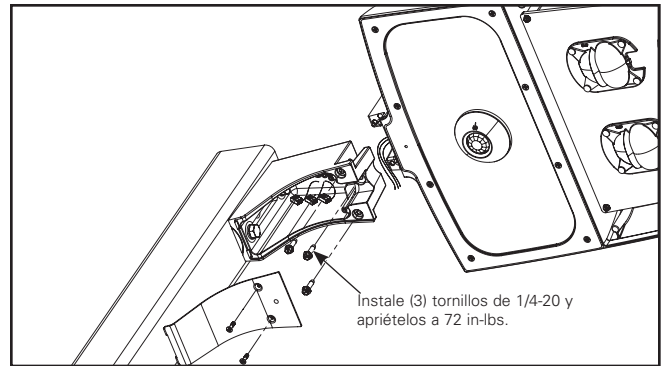

Figura 3.
- Doble los cables de la luminaria firmemente hacia la puerta de la luminaria cuando deslice la luminaria sobre el brazo de montaje. Instale los (3) tornillos de 1/4-20 x 1" y apriételos a 6 ft-lbs. Apriete primero el tornillo central como se muestra en (Figura 3).
- Nota:** Asegúrese de que los cables de suministro de la luminaria no queden atrapados entre la cubierta y el brazo de montaje como se muestra en (Figura 3 y 5).
6. Instale los (3) tornillos de 1/4-20 x 1" y apriételos a 6 (Ft-lbs). Primero apriete el tornillo central como se muestra en (Figura 3.) e instale el tapón plástico sobre el tornillo central. (Figura 3.)
7. Meta los cables en la luminaria e instale la puerta de la luminaria. Apriete los (8) tornillos de la puerta de la luminaria a 20 in-lbs. (o apriete los tornillos de ajuste manual de la puerta).